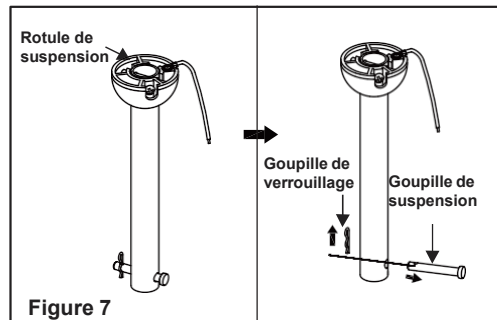

Figure 7
Étape 4. Retirez la goupille de suspension, la goupille de verrouillage et les vis de réglage du haut de l'ensemble moteur. (Fig. 7)